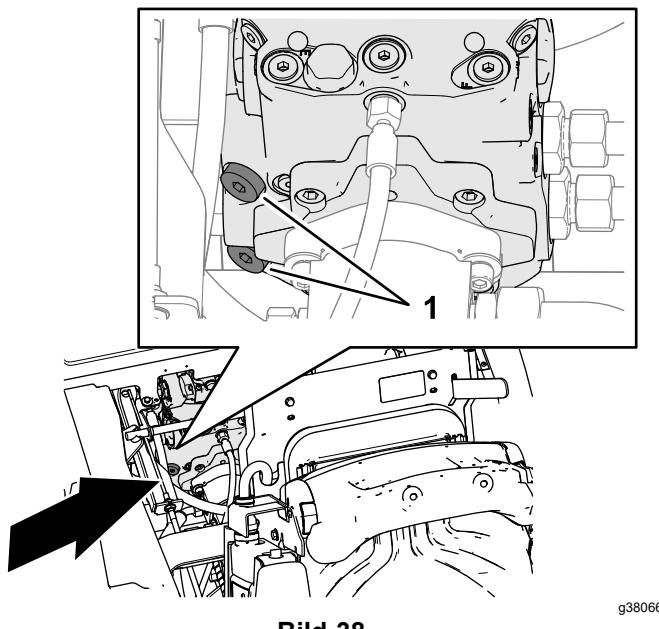

Bild 38
1. Verwenden Sie einen 8 mm Innensechskantschlüssel, um die beiden Innensechskantstopfen für die Entlastungsventile der Getriebepumpe um drei volle Umdrehungen gegen den Uhrzeigersinn zu drehen (Bild 38).